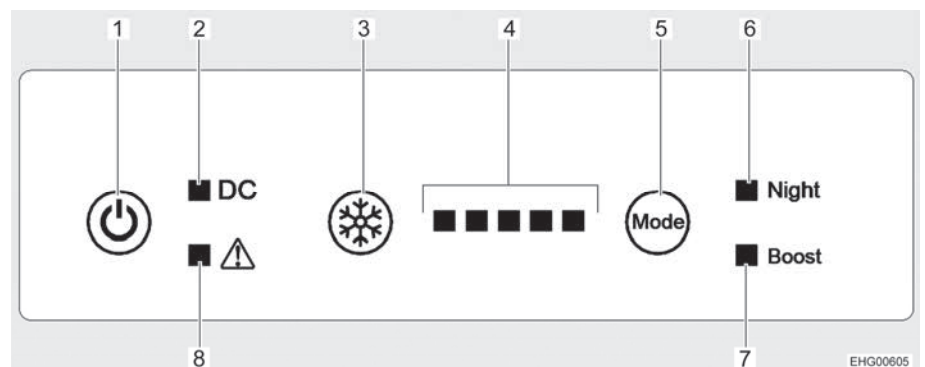

Bild 110 Bedienelemente (Kühlschrank)
- Taste Ein/Aus (Bild 110,1) 1 Sekunde lang drücken. Der Summer ertönt, alle Kontrollleuchten leuchten auf (Lichttest) und erlöschen nach ca. 10 Sekunden. Nur die Kontrollleuchte Betrieb (Bild 110,2) leuchtet weiter und zeigt an, dass der Kühlschrank arbeitet. Der Kompressor startet nach einer kurzen Verzögerung.
- Taste Ein/Aus (Bild 110,1) 10 Sekunden lang drücken. Der Summer ertönt und alle Kontrollleuchten erlöschen.
- Taste für Kühlstufe (Bild 110,3) so oft drücken, bis die gewünschte Kühlstufe angezeigt wird. Je mehr Kontrollleuchten (Bild 110,4) leuchten, desto höher ist die Kühlleistung (und auch der Energieverbrauch).
- Taste Betriebsart (Bild 110,5) so oft drücken, bis die Kontrollleuchte Nachtmodus (Bild 110,6) leuchtet. Der Kühlschrank arbeitet jetzt im Nachtmodus.
- Taste Betriebsart (Bild 110,5) so oft drücken, bis die Kontrollleuchte Nachtmodus (Bild 110,6) erlischt. Der Kühlschrank arbeitet wieder im Normalbetrieb.
- Taste Betriebsart (Bild 110,5) so oft drücken, bis die Kontrollleuchte Boostmodus (Bild 110,7) leuchtet. Der Kühlschrank arbeitet jetzt im Boostmodus.
- Taste Betriebsart (Bild 110,5) so oft drücken, bis die Kontrollleuchte Boostmodus (Bild 110,7) erlischt. Der Kühlschrank arbeitet wieder im Normalbetrieb.